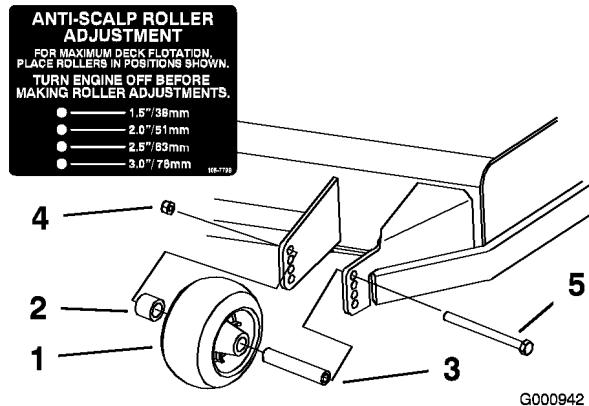
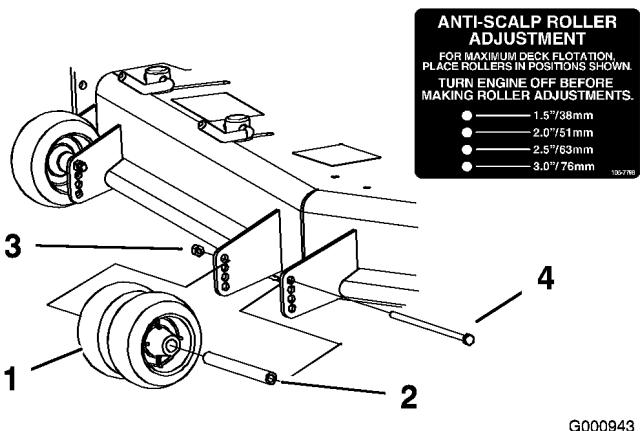
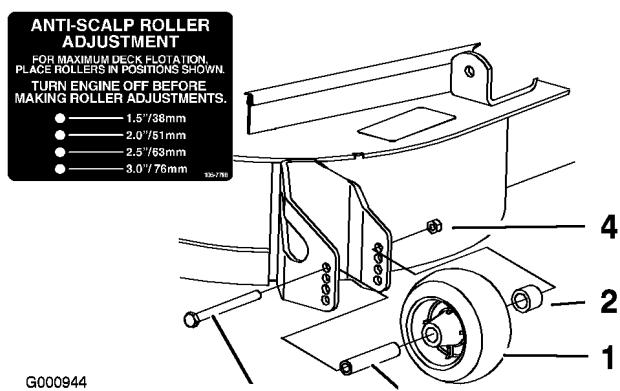

Figure 18
Figure 19
Figure 20
3. Après avoir réglé la hauteur de coupe, réglez les galets en retirant l'écrou à collet, la bague, l'entretoise et le boulon (Figure 18, Figure 19 et Figure 20).
Remarque: Les deux galets centraux ne sont pas munis d'entretoise (Figure 19).
5. Posez l'écrou à collierette, la bague, l'entretoise et le boulon. Serrez à 54-61 Nm (Figure 18, Figure 19 et Figure 20).